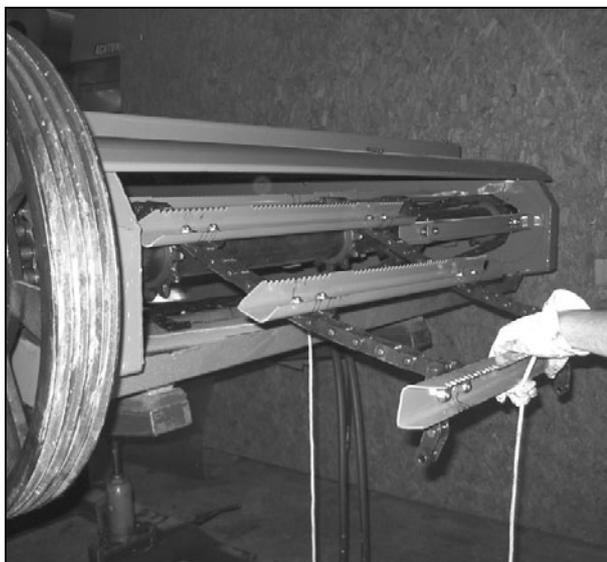

Рисунок 14
**Примечание:** Для облегчения переустановки цепи привяжите веревку к двум планкам элеватора перед тем, как вытащить цепь (Рис. 14).
- Снимите цепь со звездочек. Для снятия цепи с переднего вала одновременно вращайте шкив ременной передачи и тяните за веревку (Рис. 14).